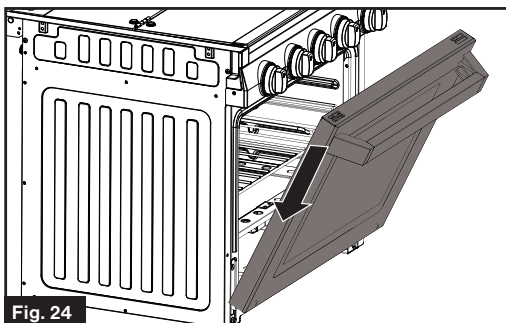
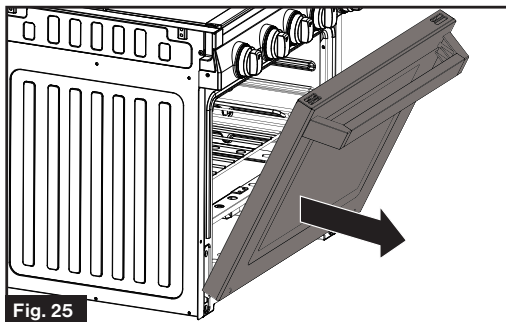
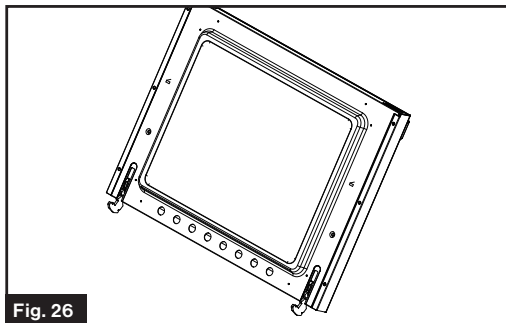

Fig. 24
Fig. 25
Fig. 26
5. Sujete la puerta firmemente de ambos lados y, con ambas manos, tire de la puerta directamente hacia fuera de las ranuras de las bisagras. (Fig. 24, Fig. 25 y Fig. 26) Sostener la puerta con firmeza porque es pesada.